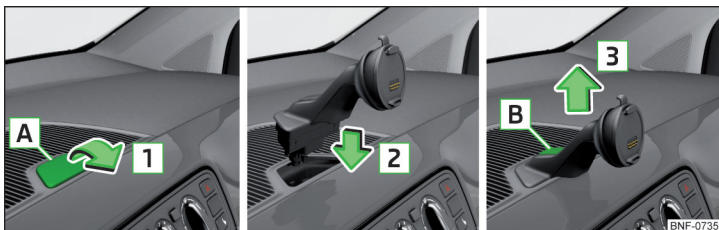

Fig. 84 Montare/demontare suport pentru dispozitiv
- Introduceți de exemplu o monedă în deschiderea **A** » fig. 84 și rabatați cu grijă în sus capacul, în sensul săgeții **1**.
- Prindeți suportul și apăsați tasta de deblocare **B** » fig. 84.